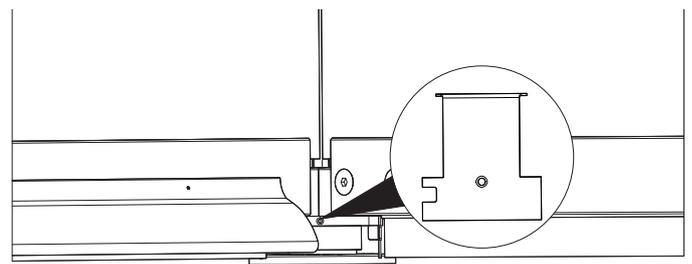

Рис. 85 Установка заглушек на нижнюю крестовину
15. Установить заглушки (рис. 85/2) на внешнюю сторону нижней крестовины (рис. 85/1). При необходимости сначала их нужно укоротить.